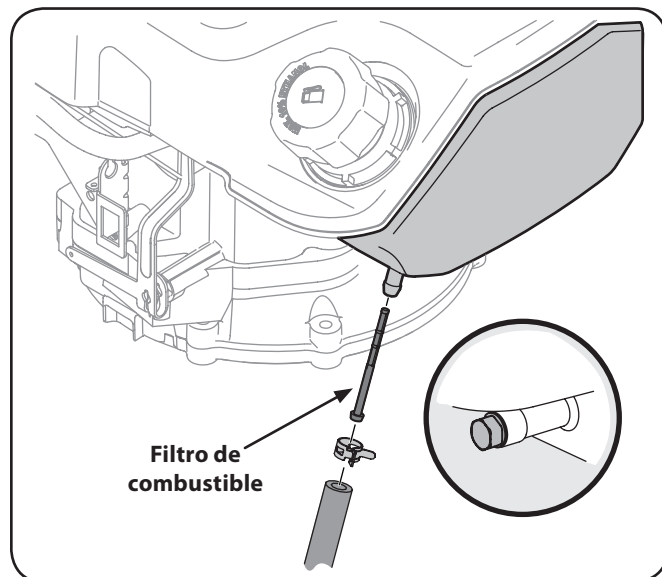

Figura 6-27
2. Quite la c-abrazadera de la línea de combustible y quite la línea de combustible de la salida de tanque. Ver la Figura 6-27.
4. Agarre el nuevo filtro de combustible a partir del final llevado a hombros e insértelo completamente al hombro en la salida de tanque. Ver la inserción de la Figura 6-27.